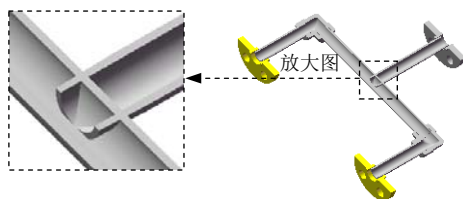

图 11.5.7 剖视图
Step6. 创建剖视图 1。选择 **视图(V)** → **显示(D)** → **剖面视图(V)** 命令；选择上视基准面为视图剖面；单击对话框中的  按钮，完成剖视图的创建，如图 11.5.7 所示。